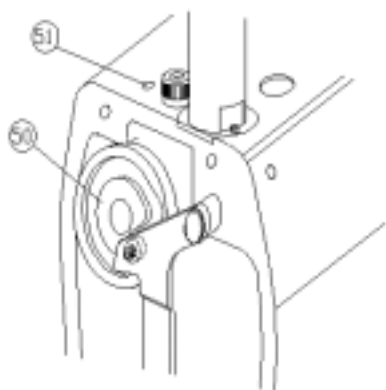

FIG. 20
Garder la barre de l'aiguille dans la place a décrit au-dessus, tournez la came du contrôle (50) sur son propre axe dans la direction de rotation de la machine jusqu'à la pointe du crochet 1 mm est plus haut que la pointe de l'aiguille. Les serrant vis sont accessibles du trou (51) dans la partie supérieure du bras. FIG. 20. Avant de serrer complètement la came dirigeant le mouvement du crochet, morceau en contact avec le rouleau et alors fond du mouvement de la piste de la came.